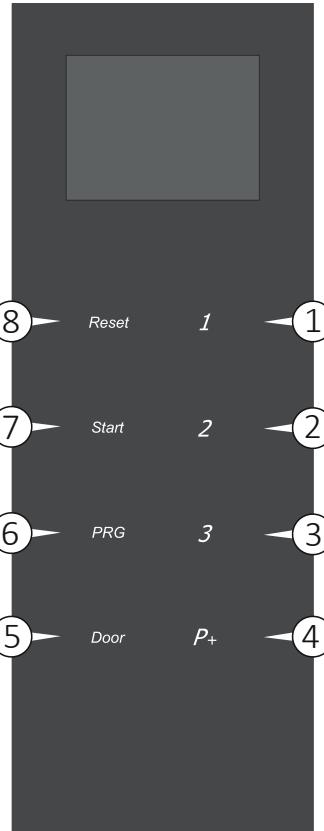

Fig. 17
Per selezionare i programmi disponibili, usare i tasti P1, P2 o P3 (v. Fig. 17), in base al programma più adatto al livello di sporco del carico.
- Aprire la porta (tasto 5 Fig. 17) per inserire il cestello.
- Chiudere la porta e spingere fino ad attivare il blocco. È possibile sbloccare e aprire la porta in qualsiasi momento prima dell'avvio del programma premendo il tasto Door (5 Fig. 17).
Per selezionare i programmi disponibili, usare i tasti P1, P2, P3 o P+ (per selezionare i programmi da 4 a 40) sul pannello di controllo (Fig. 17).
Premere START per avviare il programma (7 Fig. 17).
Descrizione del pannello di controllo (Fig. 17):
- 2) Con la macchina avviata e la porta chiusa, comparirà la schermata di selezione dei programmi. Premere il tasto scelto (P1, P2 o P3 Fig. 17) sul pannello di controllo. Per accedere ai programmi successivi (se salvati), premere ripetutamente il tasto P+.
- 4) Opzionale: inserire la password operatore: usare i tasti P1, P2, P3, RESET, START e PRG sul pannello di controllo per digitare la password corretta (v. Fig. 17 per la descrizione dei tasti).